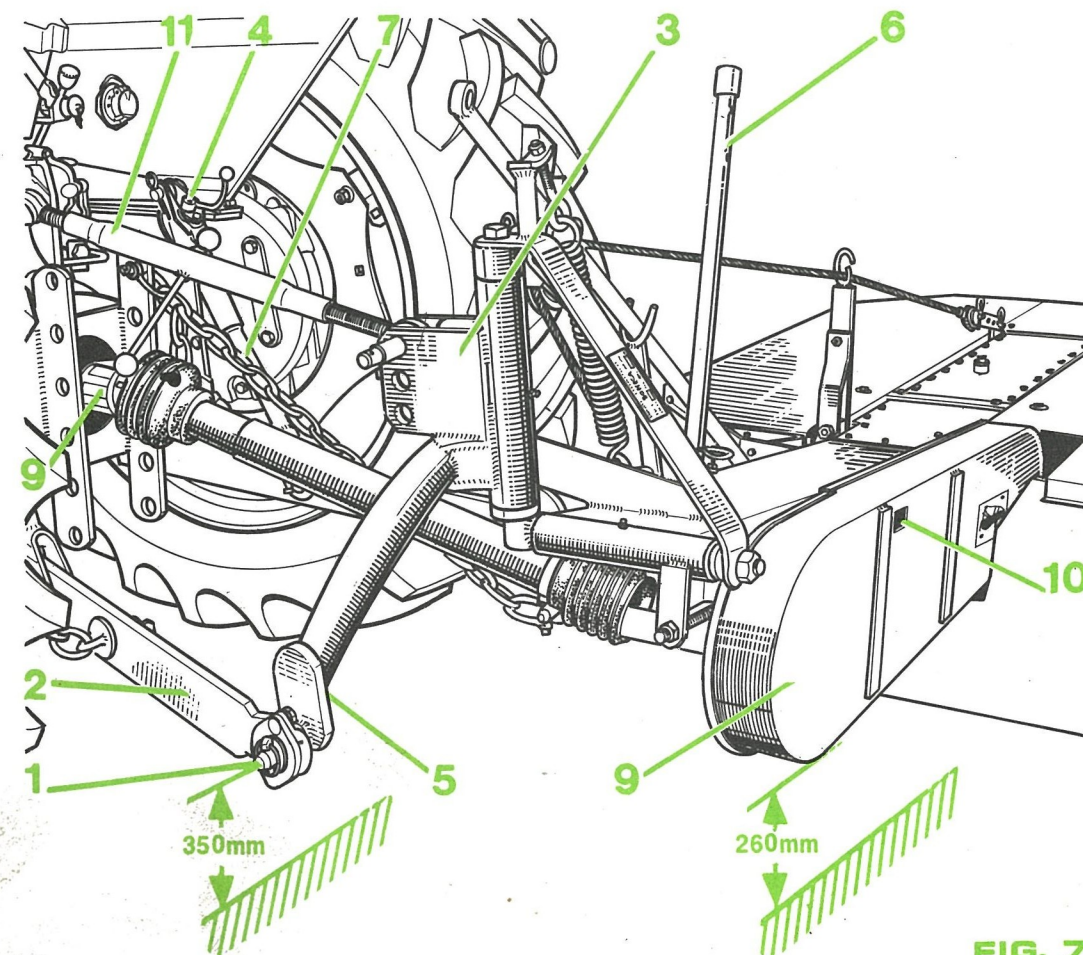

FIG. 7
REGLAGE VERTICAL DE LA FAUCHEUSE (fig.7)
La tension des courroies trapézoïdales se vérifie par la petite ouverture rectangulaire pratiquée sur le carter protecteur arrière (10 fig.7). En cas de nécessité :
- monter les demi-transmissions côté tracteur et côté faucheuse sans emboîter les tubes : **la roue libre (9 fig.7) est montée côté tracteur.**
- le **pointage** de barre qui varie selon la longueur donnée au tirant de troisième point (11 fig.7).
Agir ensuite sur la suspente réglable (4 fig.7) de l'attelage du tracteur pour que dans ces conditions la coulisse de la tringle de relevage (1 fig.10) ait un jeu de 2 à 3 cm.
- Remonter la béquille (6 fig.7).
- Faire descendre la faucheuse en manoeuvrant le relevage hydraulique et contrôler la longueur de la chaîne de stabilisation (7 fig.7) si celle-ci a été modifiée (se reporter au chapitre «Réglages de fonctionnement»).